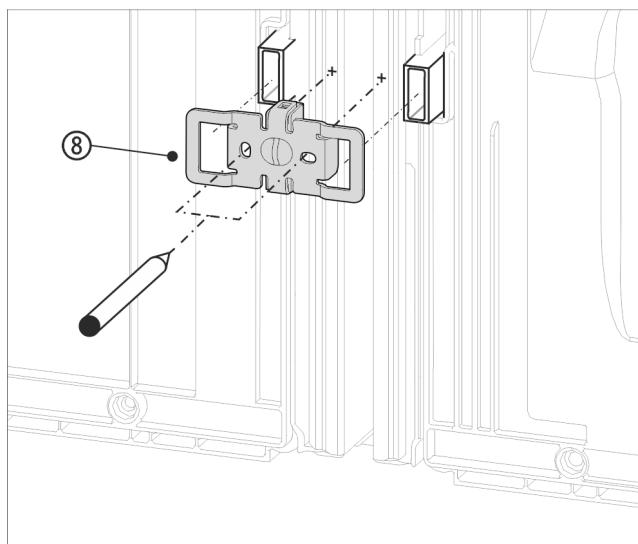

Fig. 16 Zobrazení příkladu
- ▶ Úhelník Fig. 16 (8) zasuňte vybráním přes úchyt pro vymezovač odstupu od stěny.